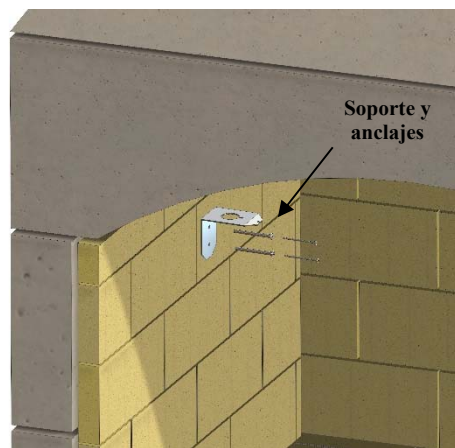

Figura 27. Instalar el soporte y los anclajes
C. Instalar el soporte hacia la parte delantera de la caja de fuego pared, a unos 30 cm por encima del suelo de la caja de fuego. El soporte capturará el cable de funcionamiento de la compuerta. Utilice una broca de mampostería de 1/4" para evitar grietas en el ladrillo refractario. Véase la figura 27.